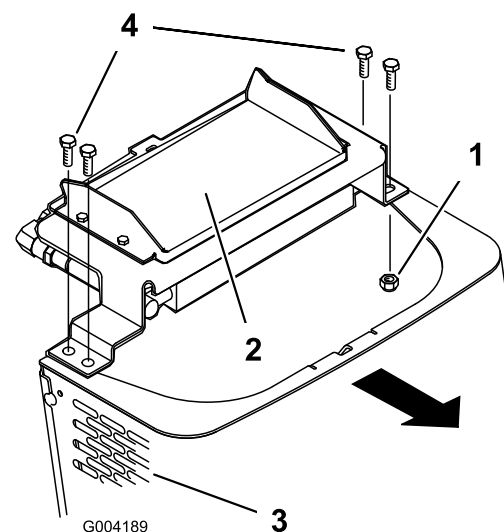

Figure 31
6. Enlevez les boulons à épaulement et les écrous qui fixent le refroidisseur d'huile en haut du panneau avant (Figure 31).